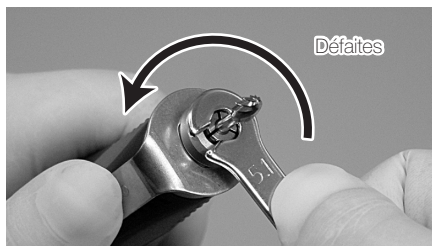

Fig.11
* Normalement, cette opération peut se faire à la main, mais il arrive qu'après une utilisation intensive avec une fraise de gros diamètre ou un disque à séparer, suite également à une pression excessive lors d'un travail, la griffe se soit vissée fortement à l'axe, et l'on éprouve de grandes difficultés à la dévisser. Si un tel cas se produit, suivre la procédure de démontage suivante : à l'aide de la clé angulaire fournie, bloquer l'axe et dévisser dans le sens anti-horaire avec la clé plate. (Fig. 11)